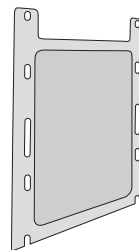

Рис. 4
**Боковые каталитические панели (Рис. 4)**